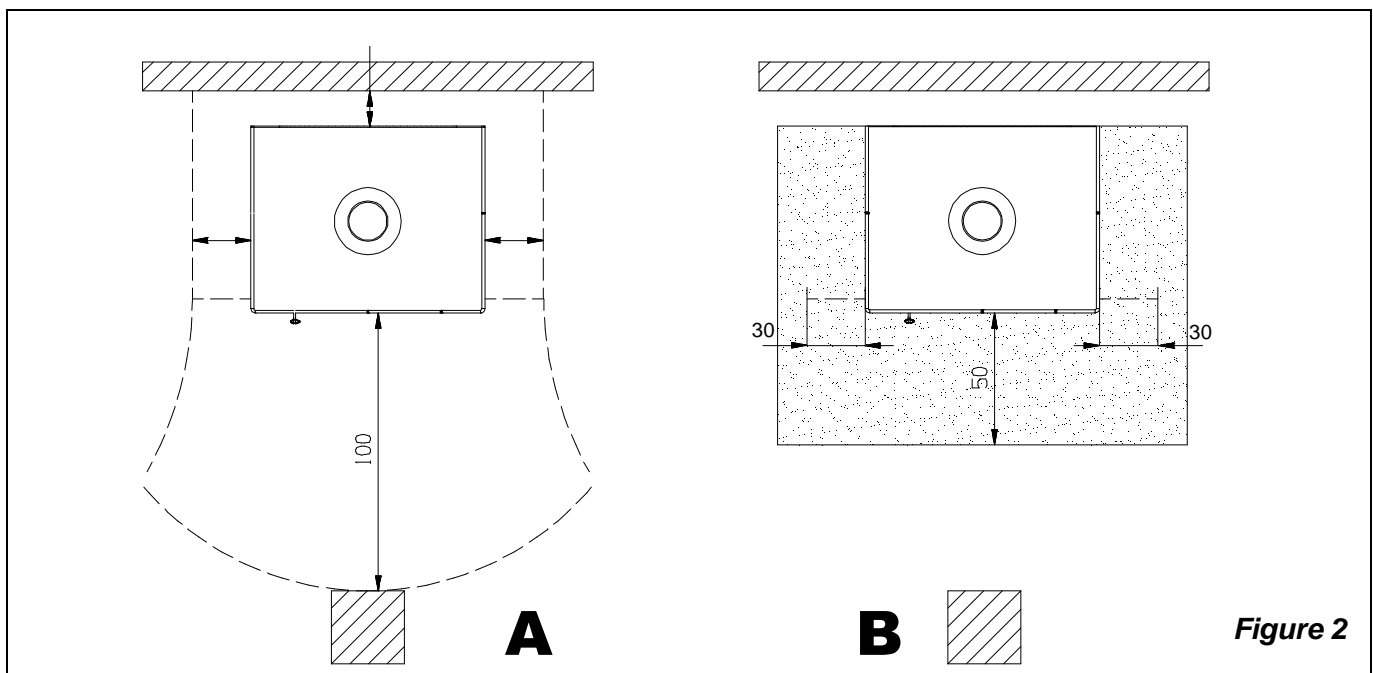

Figure 2
- a) pour assurer une isolation thermique suffisante, respecter la distance minimale de sécurité entre le poêle et les éléments de construction et objets inflammables et sensibles à la chaleur (meubles, revêtements en bois, tissus, etc.) (voir Figure 2 A). **Toutes les distances minimales de sécurité sont indiquées dans l'étiquette du produit et on ne doit PAS descendre au-dessous des valeurs indiquées.**
- c) si le produit est installé sur un sol de matériau inflammable, prévoir une base ignifuge. **Les sols composés par matériaux inflammables**, comme moquette, parquet ou liège etc., **doivent être remplacés** par une couche de matériel non inflammable, par exemple céramique, pierre, vitre ou acier etc.. (dimensions selon les dispositions régionales). Le fond doit dépasser de face d'au moins **50 cm** et latéralement d'au moins **20 cm** l'ouverture de la porte de remplissage (voir Figure 2 B).